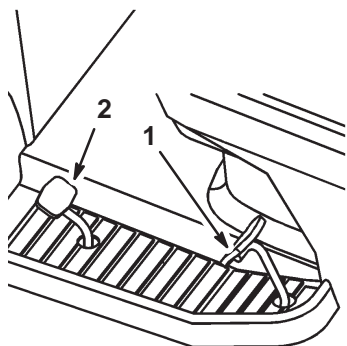

Figure 15
2. Posez le pied sur la pédale de déplacement et appuyez lentement dessus pour avancer (Fig. 15).
2. Posez le pied sur la pédale de déplacement en marche arrière et appuyez lentement dessus pour reculer (Fig. 15).